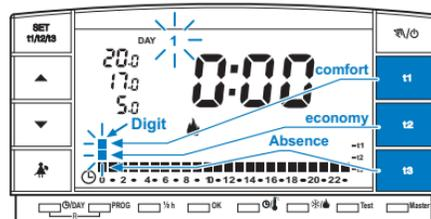

fig. 5
- Le choix de la température et de l'heure (digit clignotant) se fera en appuyant sur la touche correspondante (**t1**, **t2** et **t3**) (fig. 5).
- ① - Pour sortir de P04 ou P05 sans enregistrer aucune programmation appuyer sur la touche **PROG**.